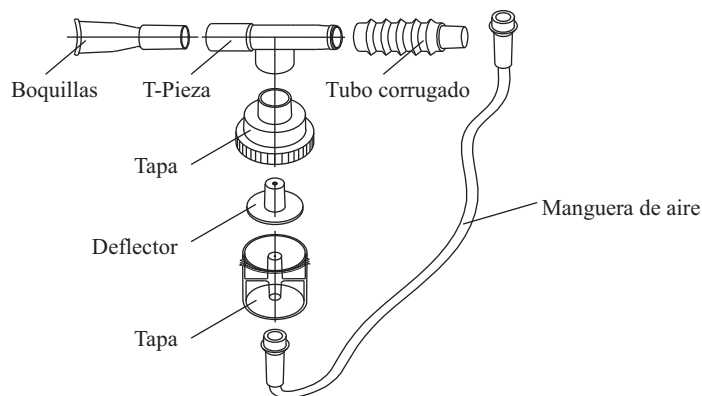

Figura 8: Componentes de nebulizador
(Accesorios de nebulizador se muestran en la figura 8).
- 1) Después de la nebulización ,retire el nebulizador ,apague el dispositivo ,desconecte la manguera ,saque la tapa .El desmontaje se muestra en la figura 8